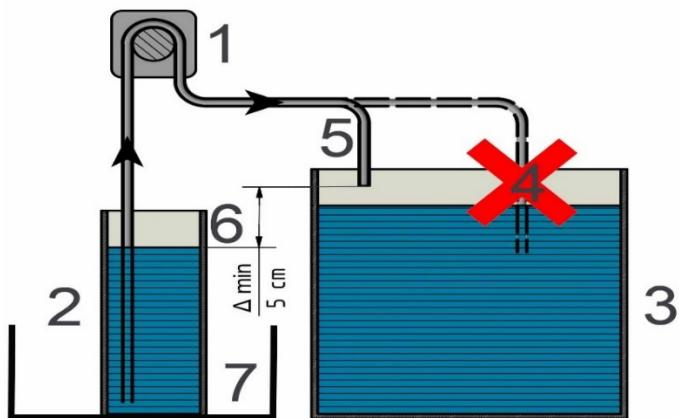

Рис. 1: Рекомендации по технике безопасности
Насосы – дозаторы (1) – это самовсасывающие насосы. Они должны быть установлены так, как указано на рис. 1. Только таким образом можно избежать вытекания из резервуара (2) предназначенный для дозирования жидкости. Мы рекомендуем шланги сделать более короткими (макс. 2 м водяного столба =0,2 бара), но шланг на стороне всасывания должен достигать дна резервуара (2). Дозировочному шлангу нельзя висеть в воде аквариума (4). Это поможет избежать обратного потока воды. Уровень воды в резервуаре для дозирования жидкости (6) должен всегда быть ниже конца дозировочного шланга (5). Уровень воды в фильтре/аквариуме (3) при соблюдении данной рекомендации не играет никакой роли.